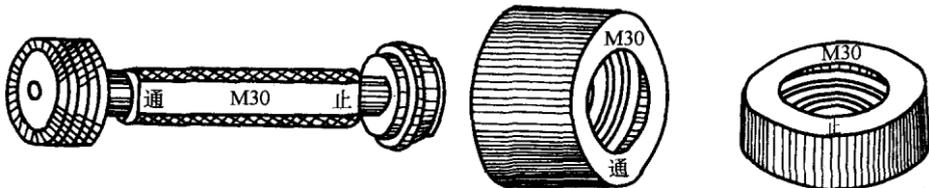

图 C-64 螺纹量规 a) 螺纹塞规 b) 螺纹环规
(2) 综合测量综合测量是用螺纹量规对螺纹各主要参数进行综合性测量。螺纹量规包括螺纹塞规和螺纹环规，见图 C-64。它们都分通规和止规。用螺纹环规对三角形外螺纹进行检查时，如果通规能旋入而止规不能旋入，则说明螺纹精度合格。在测量时如发现通规难以旋入，应对螺纹的直径、牙型、螺距和表面粗糙度进行检查，不可强拧量规旋入。有退刀槽的螺纹，检查时环规应通过退刀槽和台阶平面靠平。